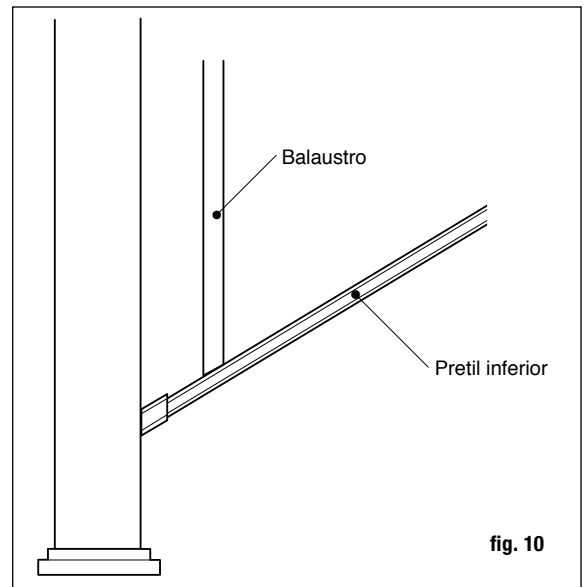

fig. 10
Paso 8 Coloque un balaustre dentro de cada orificio taladrado en el barandal inferior. Asegúrese de que el balaustre esté bien apoyado sobre el barandal (fig. 10).